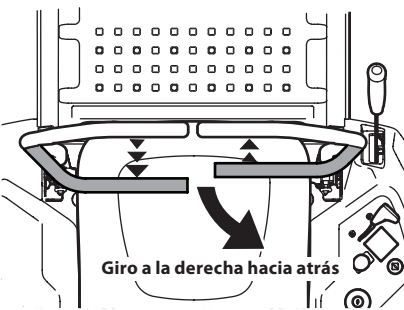

Figura 32
2. Para girar a la derecha mientras se desplaza marcha atrás, mueva la palanca de control del lado derecho hacia adelante respecto de la palanca de control de la transmisión izquierda. Consulte la Figura 32.